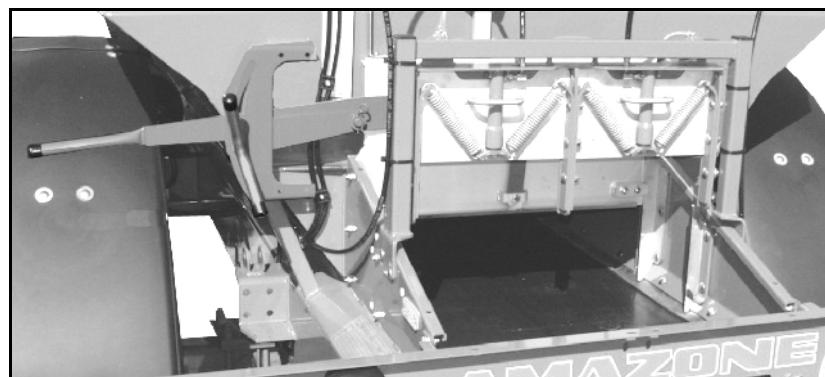

Рис. 39
После ввода ширины захвата, заданного количества, предусмотренной скорости и объёмного веса настройте рекомендуемое положение основной заслонки на **ZG-B** (Рис. 39).
6. Выполните предварительную дозировку, пока удобрение не достигнет конца ленточного транспортера (Рис. 39). Двойные заслонки открываются автоматически.